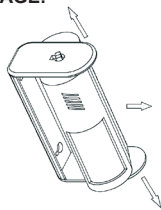

Fig. 1
- Séparer la partie inférieure et le capteur directement comme vous pouvez le voir dans la Fig. 1.